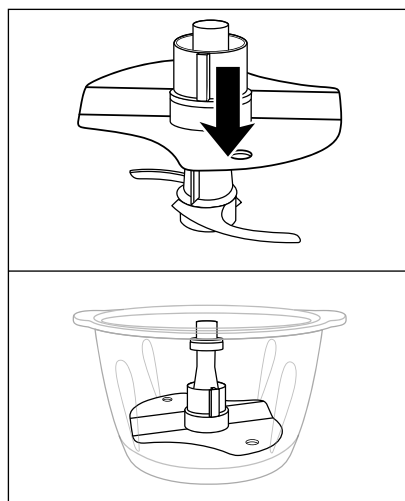

fig. 1
- Para bater 200 - 400 ml de natas, encaixe o disco para emulsionar **12** no suporte da lâmina **7**, de forma que o disco para emulsionar **12** fique assente e encaixe nas duas peças da lâmina **8** (fig. 1):